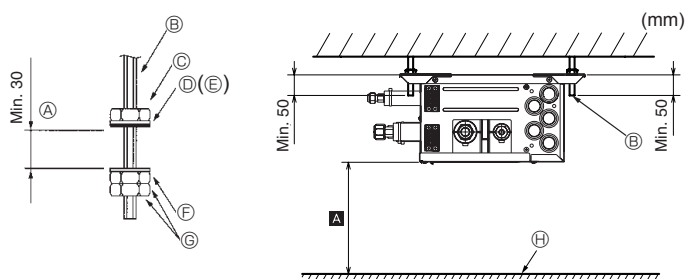

Fig. 6-1
- (2) Montera brickor och muttrar (①, ②, införskaffas lokalt) på upphängningsbultarna. (Fig. 6-1)
- (3) Häng upp enheten på upphängningsbultarna.
- (4) Dra åt muttrarna helt (kontrollera takhöjden).
- (5) Justera in avgreningsdosan i väg med hjälp av ett vattenpass.
- ① När enheten är upphängd och upphängningsbultarna är åtdragna.
- ② Upphängningsbult
- ③ Mutter
- ④ Bricka (med packning) ①
- ⑤ Säkerställ att packningen är vänd nedåt
- ⑥ Bricka (utan packning) ②
- ⑦ Mutter (införskaffas lokalt)